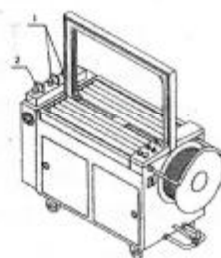

图 4-2
4.2 光电开关功能(见图 4-2)
- 4.2.1 在带盘上按图 4-2 所示路线装上打包带, 带头进入穿带座后, 需将预送带机构中的哨形把手顺时针转下, 使两个输带轮离开一个距离, 带头才能穿过两个输带轮进入储带仓。用手拉住带头之后旋转控制面板中急停按钮开关, 打包带就自动充满储带仓。